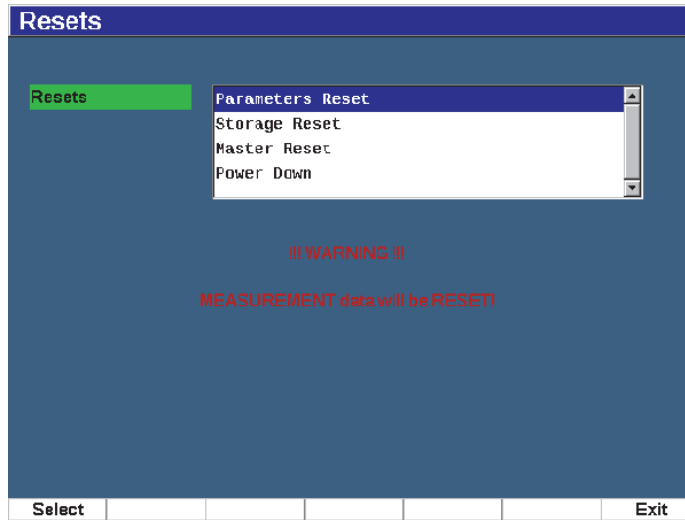

Figura 3-21 Página de restablecimientos
1. Seleccione **Manage > Reset** para visualizar la página **Resets** (vea la Figura 3-21 en la página 97).